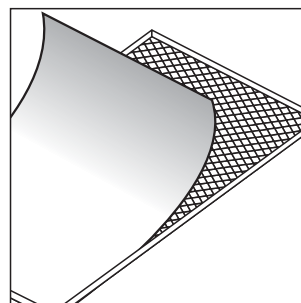

Figura 8—Despegue la tela tosca de la rejilla antes de pintarla.
4. Antes de pintar la rejilla al aerosol, despegue cuidadosamente la tela tosca que se encuentra por dentro de la rejilla (figura 8). Póngala sobre una superficie limpia y plana donde no se vaya a arrugar.